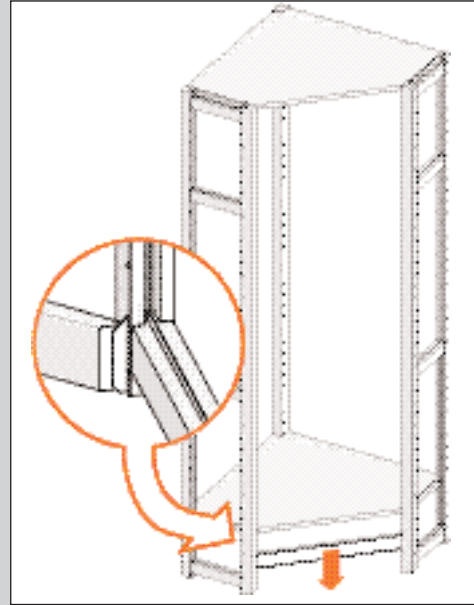

ABBILDUNG 49
4. Schieben Sie die Sockelleiste von oben auf die Halterungen (siehe Abb. 49).